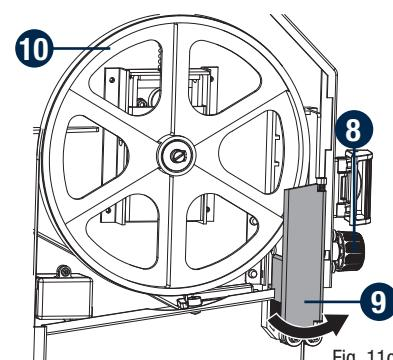

Fig. 11c
- Desserrez et retirez l'écrou en D, la rondelle plate et la vis à oreilles de la table de travail (1).
- Tournez le bouton de verrouillage (6) dans le sens antihoraire pour déverrouiller l'ensemble guide-lame (7). En tournant le bouton du guide-lame supérieur (8) (le sens horaire lève le guide-lame (7); le sens antihoraire l'abaisse), placez le guide-lame (7) à mi-chemin entre la table de travail et le boîtier de la scie. Resserrez le bouton de verrouillage (6).
- Ouvrez le protège-lame supérieur (9) en tirant le côté gauche du protège-lame vers l'extérieur et loin de la roue de renvoi supérieure (10). (Fig. 11c)
- Relâchez toute tension de la lame en tournant le levier de tension de la lame (11) dans le sens antihoraire.
- Retirez avec précaution l'ancienne lame (12).
## SUIVI DE LA LAME (Fig. 11c, 12a-12b)
- Pour vérifier la position de la lame, tournez la roue de renvoi inférieure (1) à la main dans le sens horaire. Regardez la lame à travers la fenêtre d'alignement.
- Ouvrez le protège-lame supérieur en tirant le côté gauche du protège-lame vers l'extérieur et loin de la roue de renvoi supérieure. (Fig. 11c)
- Desserrez le bouton d'alignement de la lame (2). Si la lame s'éloigne du boîtier, tournez le bouton d'alignement dans le sens horaire. Si la lame se dirige vers le boîtier, tournez le bouton d'alignement dans le sens antihoraire.